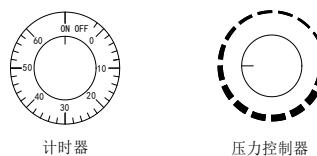

图 4.3
1、调节计时器，定时旋钮指示线对准“ON”。如图 4.3 所示。
2、调节压力控制器，旋钮指示线对准刻度线中间位置。如图 4.3 所示。